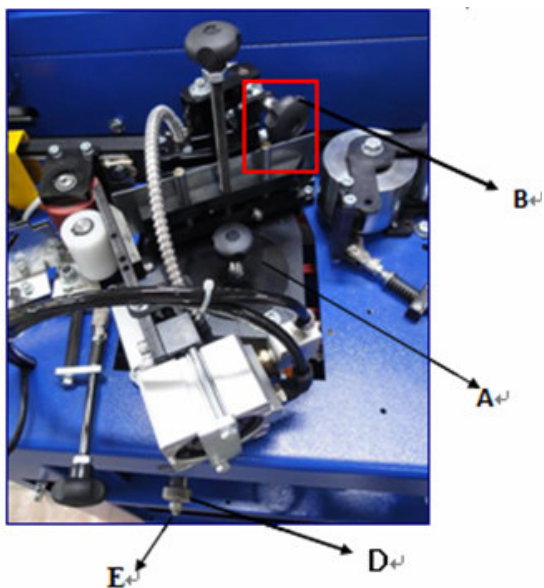

Рисунок 19
A. Заполните клеевую ванну приблизительно на 1 см ниже её края гранулированным клеем A (рис. 19).
Во время облицовки проверяйте уровень клея в ванне, и, если необходимо, наполняйте до уровня, указанного точкой **А** (рис. 19).
**Д**. Ручка **Д** используется для перемещения клеевой ванны. Вперед или назад. Она затянута на заводе, чтобы избежать повреждений при транспортировке. Для использования механизма полностью ослабьте ручку, пока не достигните гайки □. Гайка □ отрегулирована на заводе и её положение **НЕЛЬЗЯ** изменить (рис. 19).